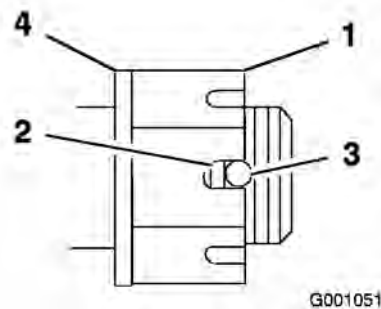

Figure 45
- Serrez l'écrou crénelé à 170 Nm (125 pieds-livre) (Figure 45).
- Mesurez l'espace entre la base de la fente de l'écrou et le bord intérieur du trou. On ne doit pas voir plus de deux filets (Figure 45).
- Serrez l'écrou jusqu'à ce que la série de fentes suivante soit en face du trou de l'axe (Figure 45).